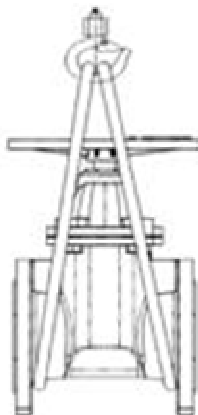

Рисунок 1
- Монтаж і перенос засувки потрібно проводити за допомогою ременів (рисунок 1),